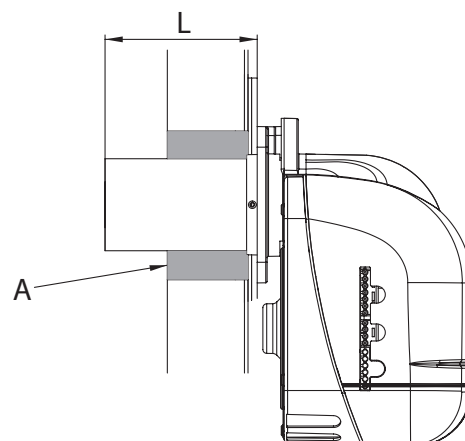

fig. 9
5.7 Montaje del quemador (Fig. 9)